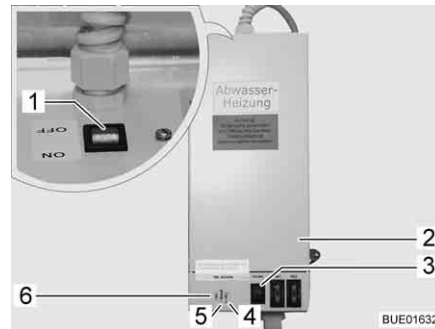

Fig. 234 Transformador con aparato regulador
Según el modelo, el transformador de 230 V AC/12 V DC (Fig. 234,2) estará instalado en el armario ropero o en el baúl del grupo de asientos.
- La luz de control (Fig. 234,5) se enciende verde: Regulador en funcionamiento.
- Las luces de control (Fig. 234,4 y 6) se encienden rojas: Las tuberías de aguas residuales se calientan.
La carcasa tiene un pulsador de prueba (Fig. 234,3) integrado con el cual se puede poner en funcionamiento brevemente el aparato regulador. Presionando el pulsador de prueba se puede comprobar el funcionamiento del calentamiento aún cuando la temperatura ambiente sobrepase los 5 °C.
- Poner el interruptor (Fig. 234,1) en el transformador (Fig. 234,2) en "ON".
- Poner el interruptor (Fig. 234,1) en el transformador (Fig. 234,2) en "OFF".